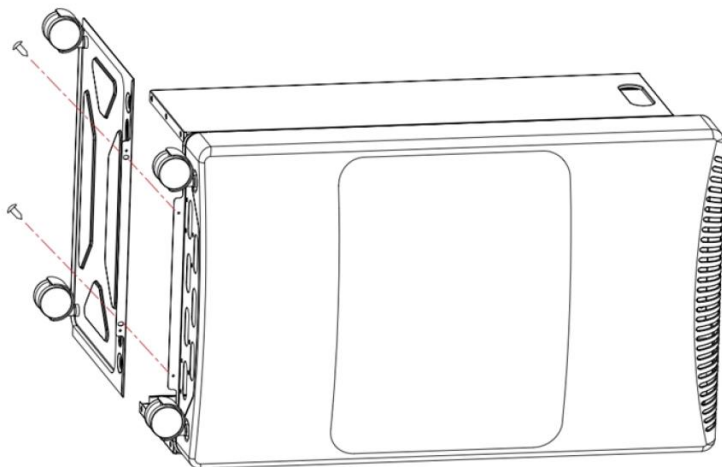

Рисунок 3
3. Присоедините нижнюю панель ко дну лицевой панели с помощью 2 винтов 4*8 мм  (см. рисунок 3)